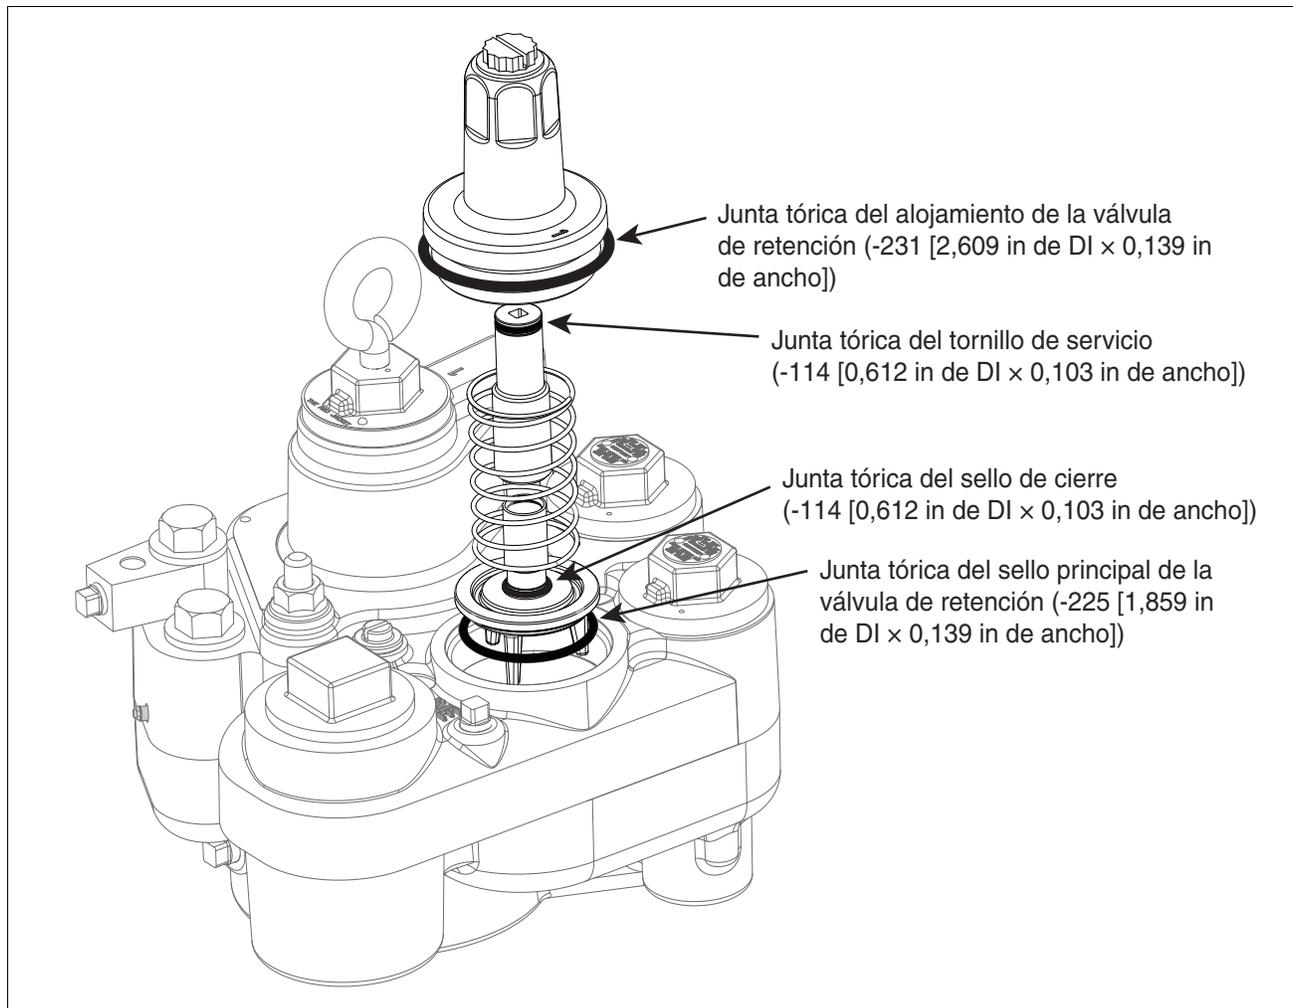

Figura 30. Colocación del conjunto de la válvula de retención en el distribuidor
6. Con la junta tórica lubricada en su sitio, inserte la válvula de retención en su asiento en el distribuidor y coloque el nuevo resorte sobre la válvula de retención (véase la Figura 30). Coloque el alojamiento de la válvula de retención con la junta tórica sobre el resorte y la válvula de retención y atornillelo manualmente. Apriete el alojamiento con un par de torsión de entre 40 y 50 ft-lb (54 y 67 N•m).